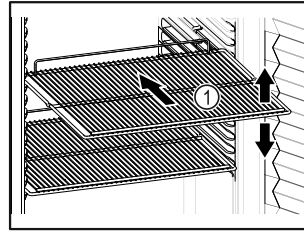

Fig. 56
- Ako su rešetke za polaganje Fig. 56 (1) pomične, prilagodite ih po visini.